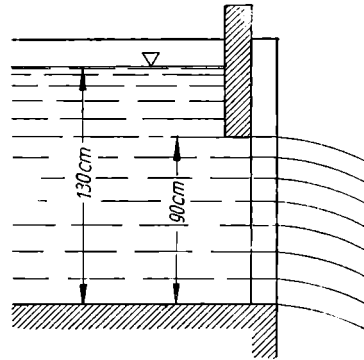

Bild 254
70. Die **seitliche Ausflußöffnung** eines Gefäßes ist eine Rechteckfläche von der Breite b . Ihre Unterkante liegt um h_1 , die Oberkante um h_2 unter Wasser (Bild 254). Wie groß ist die sekundliche Abflußmenge?
71. Das Freischütz im Zuflußgerinne einer Turbine läßt das Wasser unbenutzt in den „Freilauf“ abfließen, wenn es beim Stillsetzen der Turbine nicht gebraucht wird. Der Wasserstand im Gerinne beträgt 130 cm. Das Schütz gibt in der Stellung nach Bild 254 einen rechteckigen Ausflußquerschnitt von 90 cm Höhe und 60 cm Breite frei. Wieviel Wasser fließt bei einer Ausflußzahl 0,8 sekundlich ab, a) wenn die genaue Formel der vorigen Aufgabe zugrunde gelegt wird, b) wenn überschläglich mit der mittleren Geschwindigkeit gerechnet wird, die im Schwerpunkte des Ausflußquerschnitts herrscht (wie in Aufg. 61)?